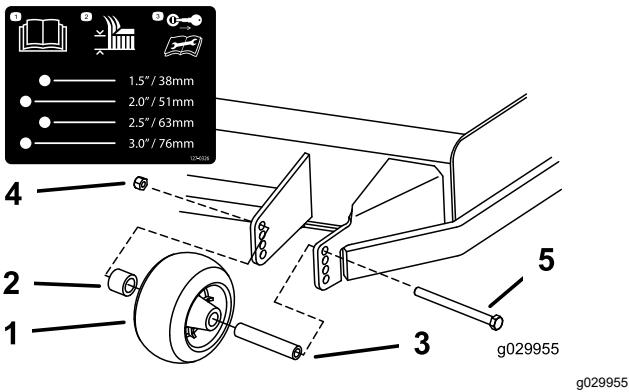

Figura 39
- Regolate i rulli antistrappo come illustrato nella Figura 39.